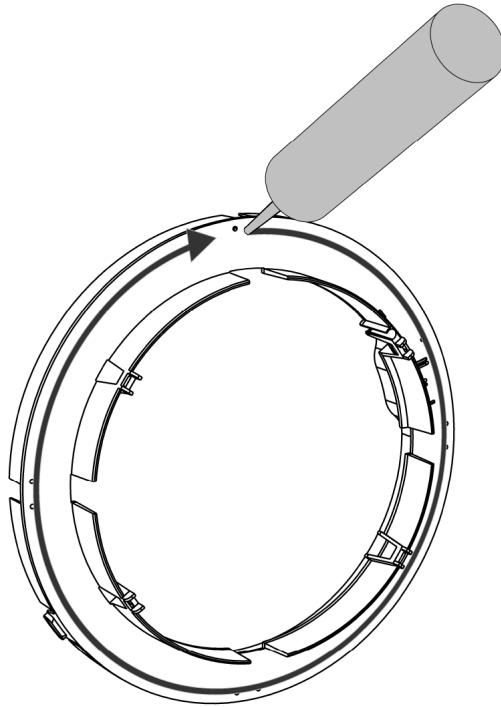

Figure 18 - Application du mastic élastique sur le chapeau de façade
Montez ensuite le chapeau de façade (5). Avant de procéder à cette opération, vous devez appliquer le mastic élastique au dos du chapeau de façade (voir Figure 18).